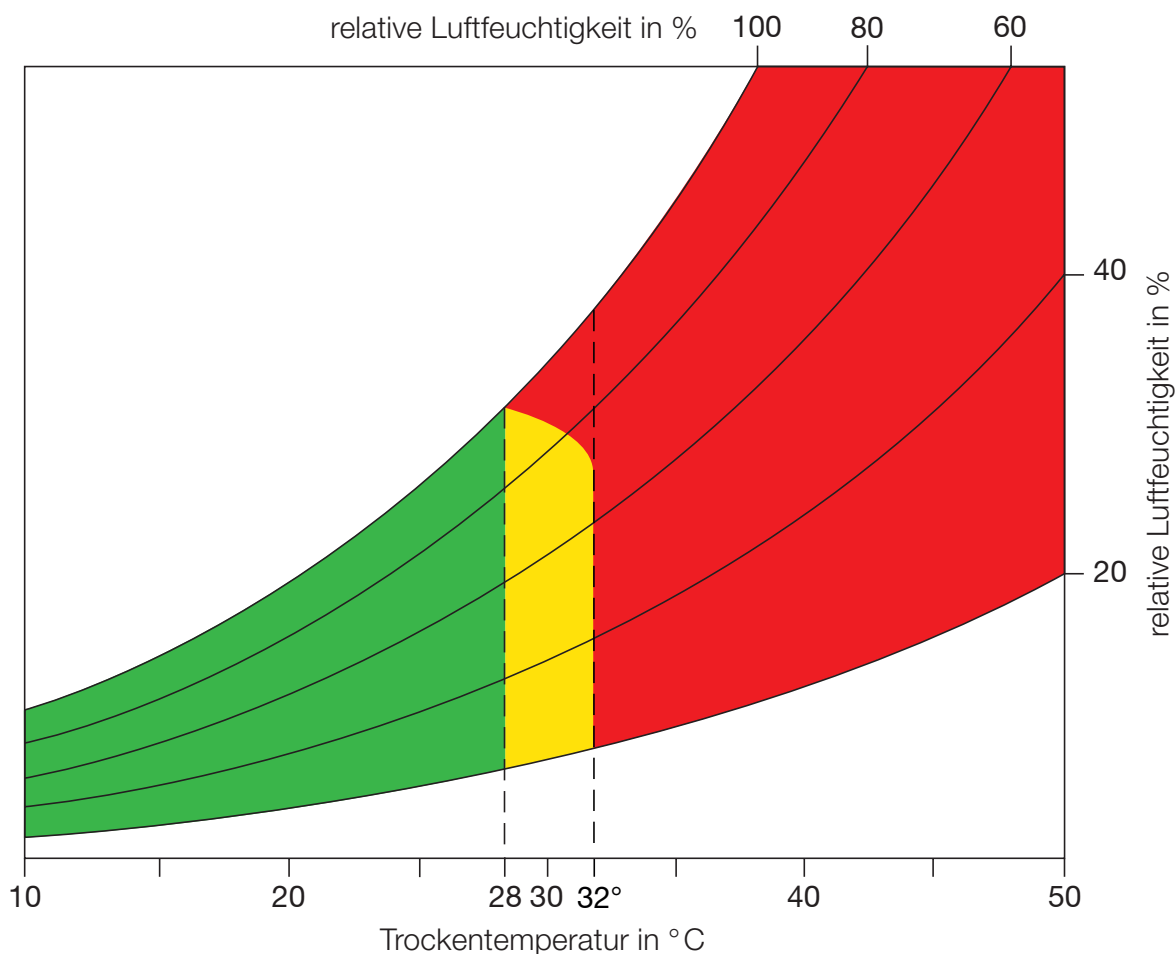

Abbildung 1
Der Grenzwert von 28° C Trockentemperatur leitet sich auch aus dem **Klimadiagramm in Abbildung 1** ab. Er entspricht der Klimagrenze bei im Untertagebau in Hauptarbeitsbereichen üblichen körperlichen Belastungen und 100%iger Luftfeuchte. Da im Untertagebau in jedem Vortrieb z. T. schwere körperliche Arbeit geleistet wird und innert Kürze eine hohe Luftfeuchtigkeit auftreten kann, stellt der Grenzwert von 28° C Trockentemperatur die Grundlage für die Planung der Kühlsysteme sowie für technische Massnahmen am Arbeitsplatz dar.
- Die Messwerte von Lufttemperatur und Luftfeuchtigkeit liegen im gelben Bereich des Klimadiagramms von Abbildung 1.